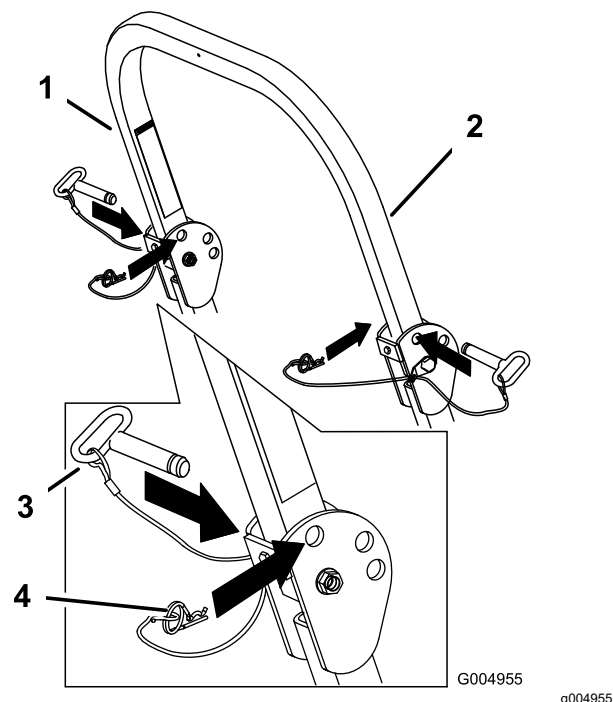

Figura 9
1. Îndepărtați tifturile în formă de agrafă i îndepărtați cele două tifturi (Figura 9).
- Montai cele două tifturi i fixai-le cu tifturile în formă de agrafă (Figura 9).
- Îndepărtați tifturile în formă de agrafă i îndepărtați cele două tifturi (Figura 9).
- Ridicați bara antiruliu în poziia verticală, montați cele două i fixați-le cu tifturile în formă de agrafă (Figura 9).